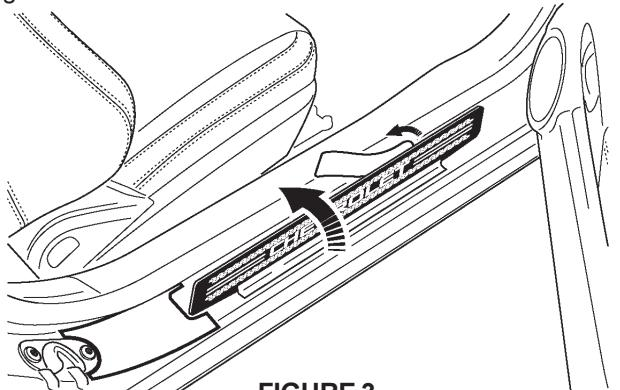

FIGURE 3
- Tourner avec soin l'arrière de la décalcomanie de bas de porte et à l'aide d'un chiffon propre, frotter la décalcomanie à partir du centre en allant vers le bas. Se reporter à la Figure 3.